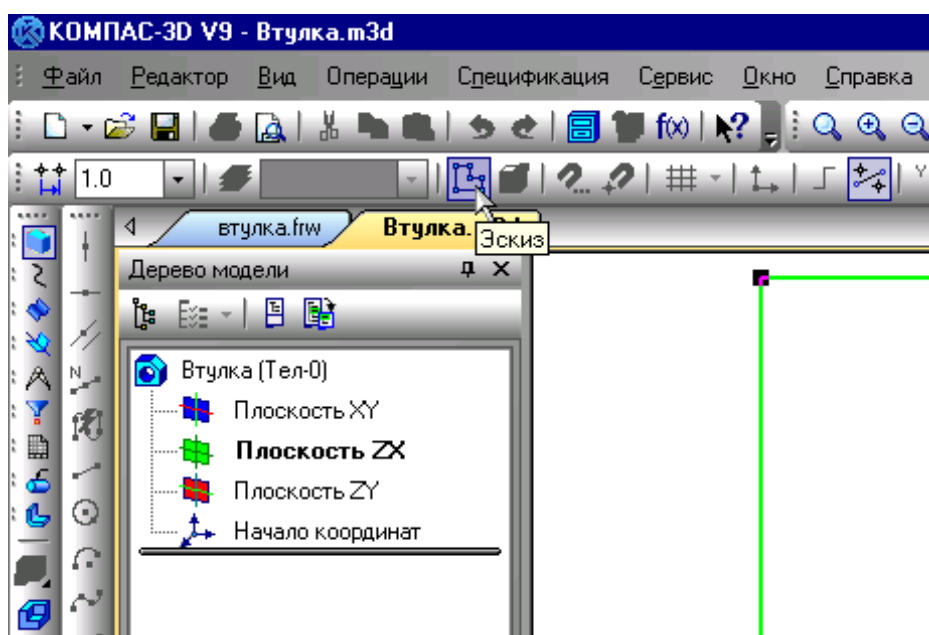

Рис. 3.3.7
4. Створіть ескіз у виділеній площині, для цього натисніть кнопку **Эскиз** на Панелі управління, рис. 3.3.7.
в) Завершуємо створення ескізу, для цього натисніть кнопку **Эскиз** на Панелі управління (рис. 3.3.7). Система вийде з режиму редагування ескізу.